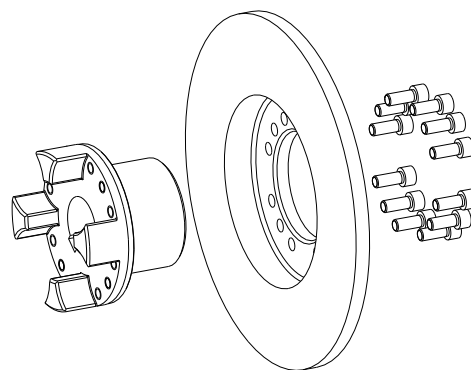

Рис. 8: Монтаж тормозного барабана / диска на FN-ступицу
- Установите тормозной барабан / диск на FN-ступицу (см. рис. 8). Свинтите детали сначала вручную.